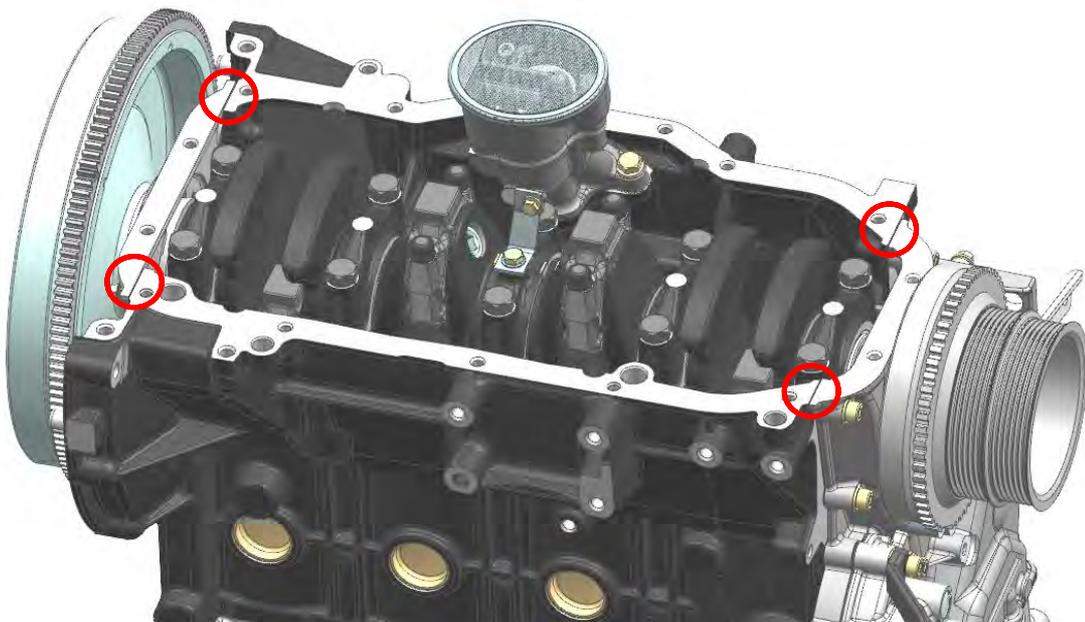

Abb. 163. Schnittpunkte von Dichtungen
**vierzehn.** Überstehendes über die Ebene des Blocks, der Kettenabdeckung und des Wellendichtrings abschneiden Halter überstehende Enden der Kettendeckeldichtungen und der Dichtungshalterdichtungen (Abb. 163).